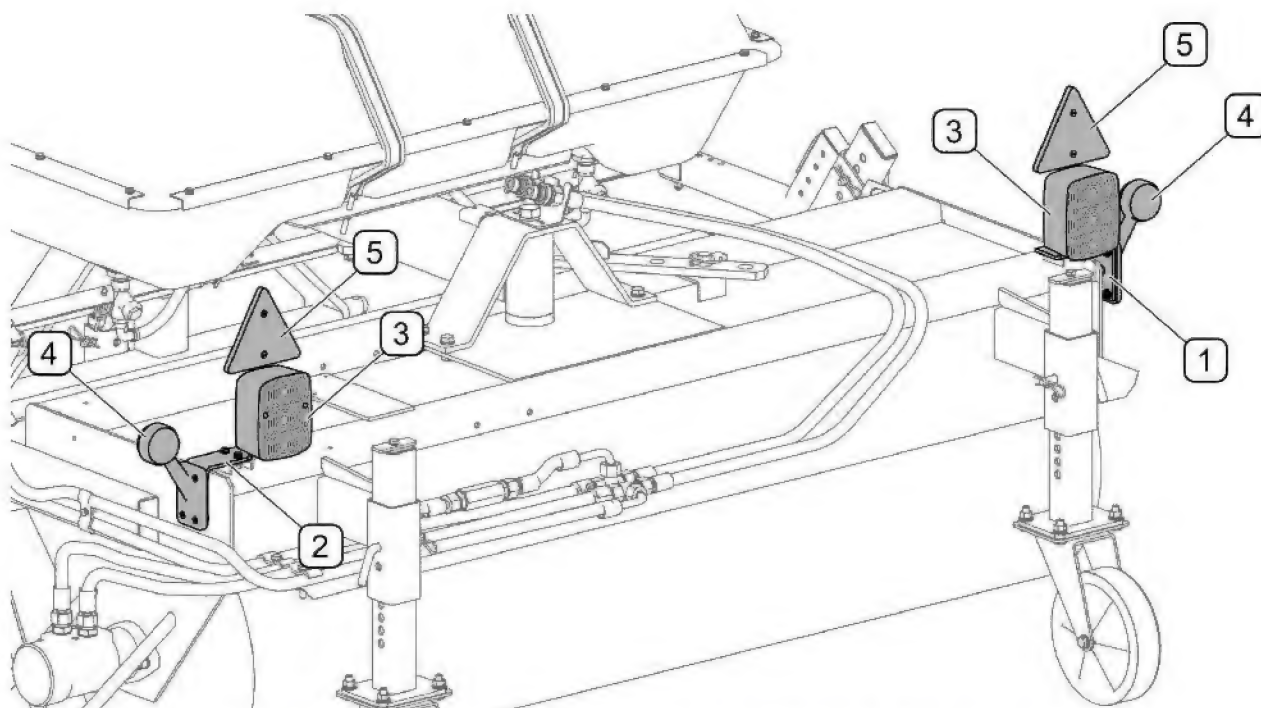

FIGURE 4.11A FEUX ADDITIONNELS A L'ARRIERE DE LA BALAYEUSE
- Quand la balayeuse masque les feux du tracteur il faut utiliser les feux additionnels (FIGURE 4.11A) arrière (en option)